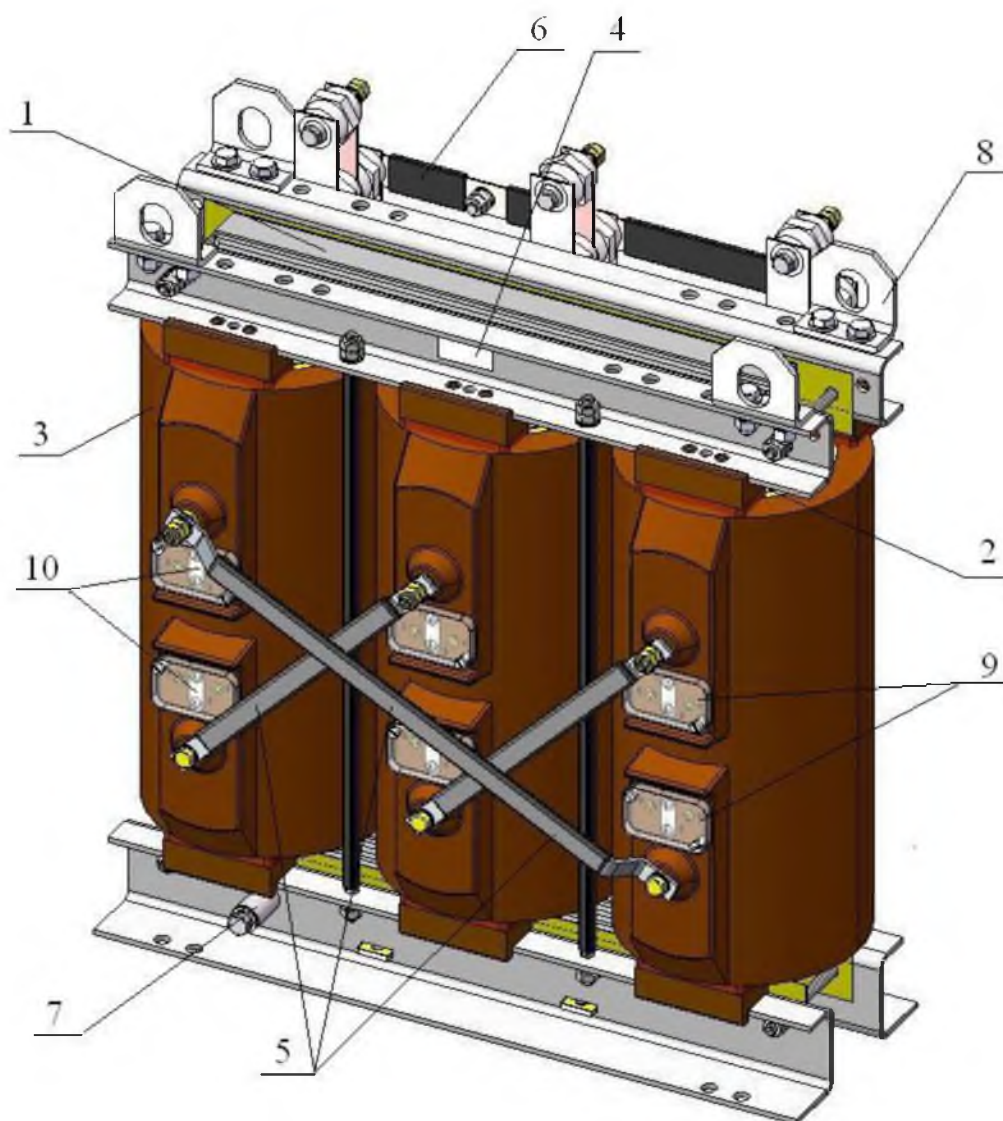

Рисунок 5 - Конструкция трансформатора типа ТЛС-СЭЩ
-01 – исполнение трансформатора с регулированием напряжения и без температурных датчиков \*, схема соединения D/YН-11 (рисунок 5);